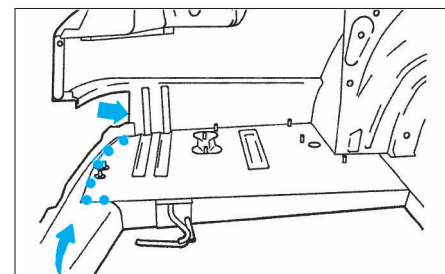

FIG. 86
• Souder à la pointeuse électrique (Fig.86).